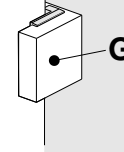

FIG. 4
4. Una volta inserito il diffusore è necessario assicurarlo in sede avvitando moderatamente il grano in plastica "L" posto sul retro del blocchetto superiore "G". Vedi **Fig. 4**.
4. When placed, it is necessary to lock the glass by tightening, carefully and moderately, the plastic screw "L" placed on the back side of the block "G" Fig.4.
4. Après avoir inséré le verre, il est nécessaire de l'assurer dans le logement en vissant modérément le grain en plastique "L" placé au derrière du morceau supérieur "G". Voir Fig. 4.
4. Una vez introducido el vidrio es necesario asegurarlo en asiento atornillando moderadamente el tornillo prisionero en plástica "L" puesto en la parte posterior del bloque superior "G" Vea Fig. 4.